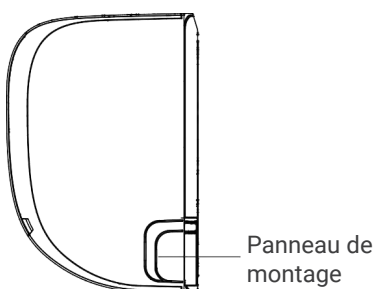

Fig. 3.3
2. Si le trou du mur se trouve derrière l'unité, laissez le panneau amovible en place. Si le trou se trouve au niveau de l'un des côtés de l'unité intérieure, retirez le panneau amovible de plastique de ce côté de l'unité. (Voir Fig. 3.3). De cette manière, une fente par laquelle votre tuyauterie pourra sortir de l'unité apparaîtra. Utilisez une pince à bec effilé si le panneau de plastique est trop difficile à retirer à la main.